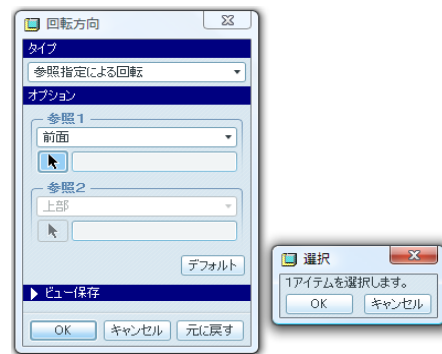

図 9-6 方向変更
- 「方向変更」をクリックする。回転方向のダイアログボックスが表示される（図 9-6）。